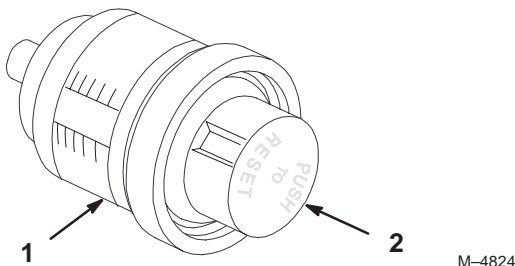

Figure 35
2. Remettez le témoin à zéro en appuyant sur le bouton au bas de la cartouche jusqu'à ce que le plongeur revienne au point le plus bas (Fig. 35).